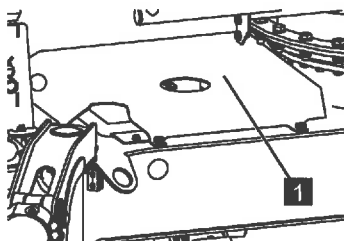

Abb. 231
1. Abdeckung (Abb.231/1) abschrauben.